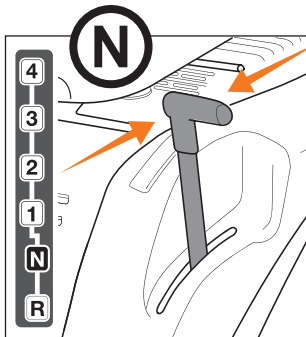

Рис. 24
5. Переведите рычаг выбора передач в нейтральное положение (Рис. 24).